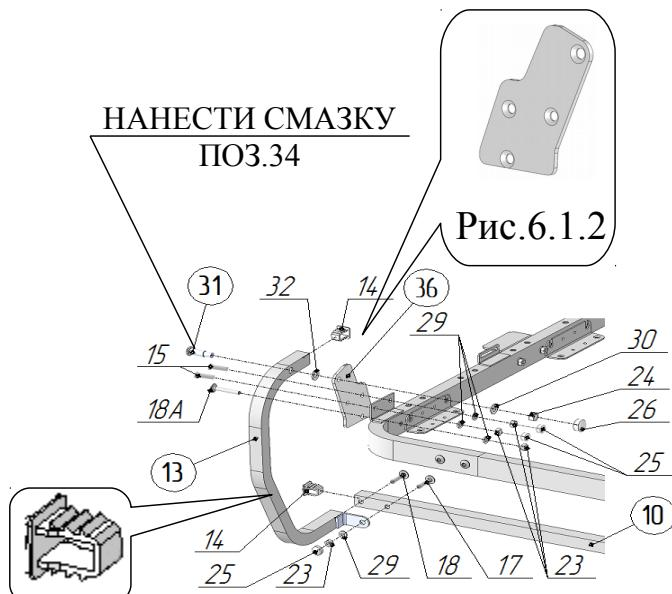

Рис.6.1.1
6. Установить в торцы штанги поз.10 заглушки 20x20 поз.14 в соответствии с рисунками 6.1.3 и 6.2.3. Присоединить штангу поз.10 к опорам поз.13,13A, используя винты M6x30 поз.17, M6x35 поз.18, гайки M6 со стопорным кольцом поз.23 и шайбы Ø6x18 стальные поз.29 в соответствии с рисунками 6.1.1 и 6.2.1. На гайки надеть колпачки пластмассовые малые поз.25. Присоединить к раме кровати кронштейны рамы поз.36 в соответствии с рис. 6.1.2 и 6.2.2. Для присоединения использовать винты M6x18 поз.15, M6x35 поз.18A, гайки M6 со стопорным кольцом поз.23 и шайбы Ø6x18 стальные поз.29 (рис.6.1.1, 6.2.1). На гайки надеть колпачки пластмассовые малые поз.25. Присоединить к кронштейнам рамы кровати опоры поз.13,13A, используя спецвинты большие поз.31, гайки M8 со стопорным кольцом поз.24, шайбы Ø8x18 стальные поз.30 (рис. 6.1.1 и 6.2.1). Перед установкой спецвинтов поз.31 нанести на них смазку поз.34. Между кронштейном рамы и опорой установить шайбу Ø10x18 пластмассовую поз.32 в соответствии с рисунками 6.1.1 и 6.2.1. Установить в опоры поз.13,13A заглушки 20x20 поз.14 в соответствии с рисунками 6.1.1 и 6.2.1. На гайки надеть колпачки пластмассовые большие поз.26 (рис.6.1.1, 6.2.1).
**⚠ ВНИМАНИЕ! В ПОЛОЖЕНИИ «РАЗЛОЖЕНО» ПРОВЕРИТЬ ЛЁГКОСТЬ РАБОТЫ ПЕРЕКИДНОЙ ОПОРЫ, СОБРАННОЙ ПО РИС. 6.1.1, 6.2.1, 7 ДАННОЙ ИНСТРУКЦИИ.**